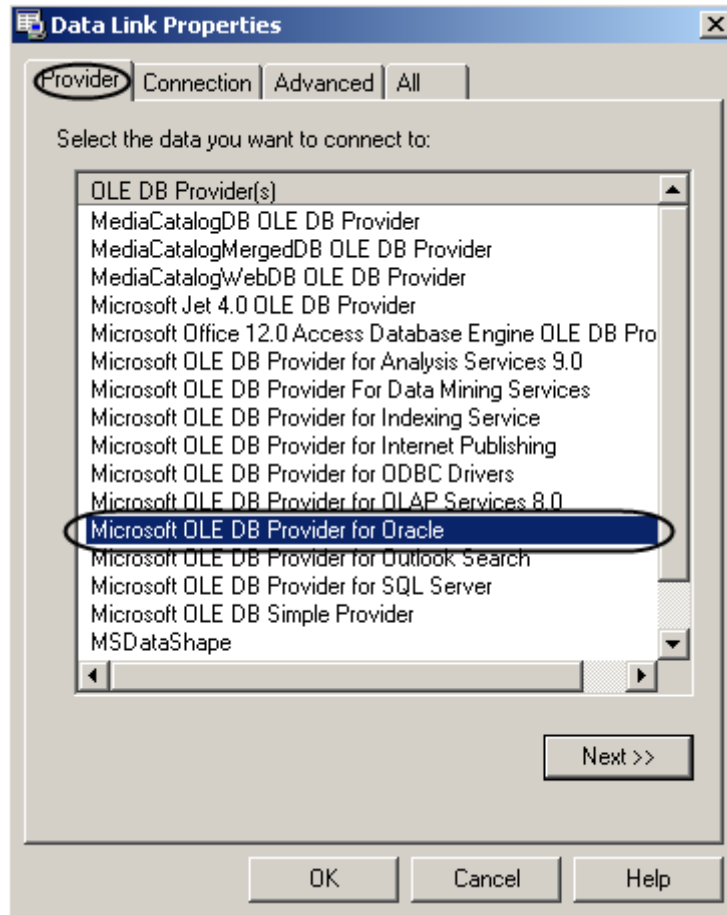

Fig. 7.6—3 Selecting the provider for Oracle database
- 5.3.1 On the «Provider» tab of «Data link properties» dialog window select the «Microsoft OLE DB Provider for Oracle» value or «Oracle Provider for OLE DB» (Fig. 7.6—3).
- 5.3.2 Go to the «Connection» tab and click «Next» (Fig. 7.6—4).